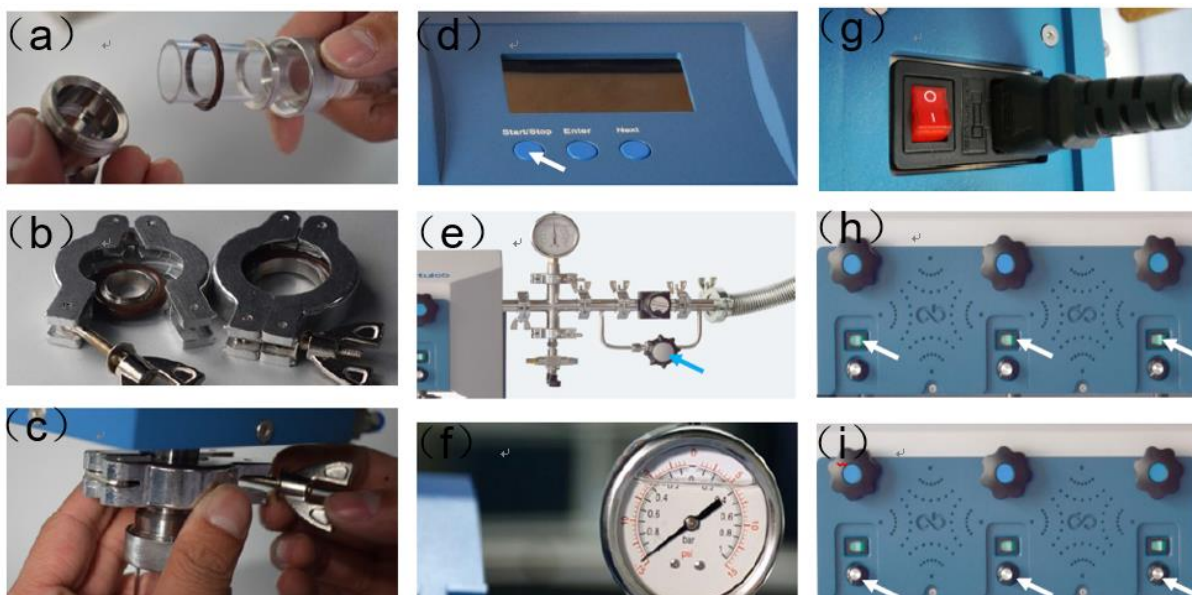

图 4-3 石英管安装步骤图示
- (1) 检查电解液液位, 建议水线位于 60%-75% 附近, 不足时加入纯净水。
- (2) 拧下瓶子, 检查纯净水水位, 建议水线位于 1/3 附近 (不用很准确, 主要用于检测气体压力), 并将瓶子适度拧紧 (太松会漏气, 太紧下次拧不开)。
- (3) 检查气体流量调节旋钮是否处于关闭状态。
- (4) 检查三通阀门是否位于中间位置。
- (5) 检查真空阀门、真空总阀和分流抽真空控制阀（图 4-3.e）处于关闭状态。
- (6) 打开氢氧机开关，观察产气量和出口气压，产气量初始值为 600L/H 以上，达到个位数时表示产气完成，此时出口气压计示数应为 2bar 左右，如有偏差请联系设备管理员。
4.2.1 依据图 4-3，将石英管连接到管接头上，然后用卡箍将管接头锁紧在真空封管机上。
- (1) 打开各待抽石英管对应的真空阀门，并检查真空总阀和分流抽真空控制阀是否关闭。
- (2) 参照图 4-3.d，关闭 vent mode，点击“start/stop”开启设备，机械泵将先行启动，真空度达到预设值时，分子泵将自动开启。
- (3) 在分子泵开启前，慢慢拧开分流抽真空控制阀(图 4-3.e 中箭头位置)，给石英管抽真空，当压力表指针指向-1bar 时后，可缓慢开启真空主阀，加速抽真空，此时可拧紧分流抽真空控制阀。
- (1) 打开封管机转动机构电源(图 4-3.g)。
- (2) 打开各石英管对应的转动开关(图 4-3.h)。
- (3) 调节石英管转速旋钮(图 4-3.i)至较大速度。